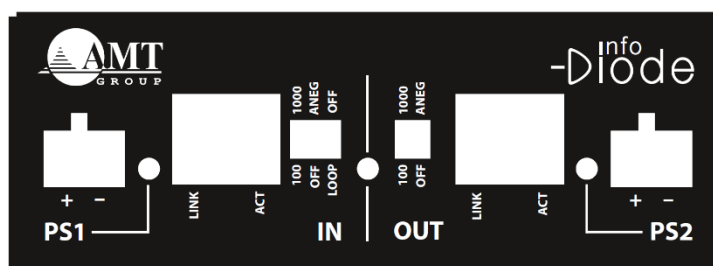

Рис. 2. Передняя панель Изделия
На передней панели (Рис. 2) размещены два внешних интерфейса 100Base-TX/1000Base-T – с RJ45-модулями: входной (IN) и выходной (OUT). Два разъема PS1 и PS2 для подключения источников электропитания постоянного тока 10-36 VDC, Max 15 W и конфигурационные переключатели для каждого из IN и OUT модулей.